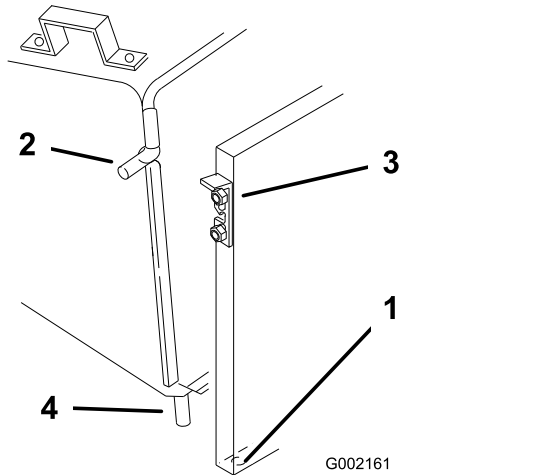

Figura 13
6. Introduzca los pasadores inferiores del bastidor del ensacador en los orificios de la chapa trasera (Figura 13).
7. Levante los cierres e introduzca los pasadores laterales del bastidor (Figura 13).
4. Introduzca los pasadores inferiores del bastidor del ensacador en los orificios de la chapa trasera (Figura 13).
5. Levante los cierres e introduzca los pasadores laterales del bastidor (Figura 13).
5. Introduzca los pasadores inferiores del bastidor del ensacador en los orificios de la chapa trasera (Figura 13).
6. Levante los cierres e introduzca los pasadores laterales del bastidor (Figura 13).